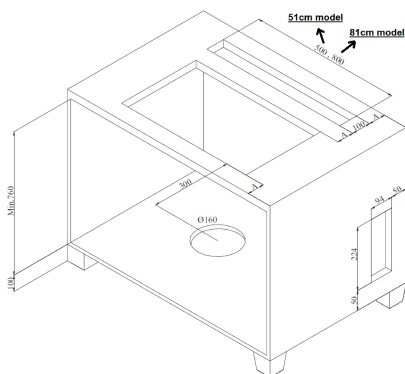

Fig. 12
1. ➤ Hålet som produkten ska monteras i måste ha måtten som på ritningen 100 x 500 mm eller 100 x 800 mm beroende på modell/version (Fig. 12).